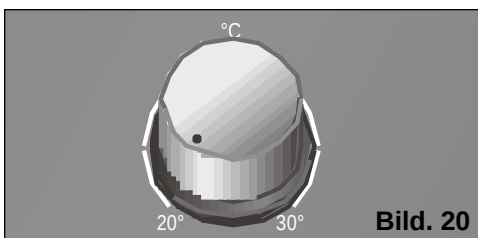

Bild. 20
- ☐ Ställ i termostaten på läge för lägsta temperatur, **Bild 20**.